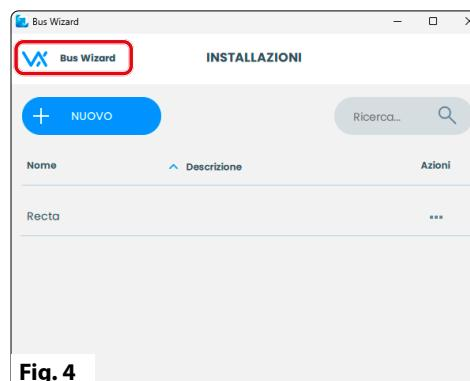

Fig. 4
4. Aprire il Bus Wizard e fare clic sull'etichetta "Bus Wizard" (Fig. 4)